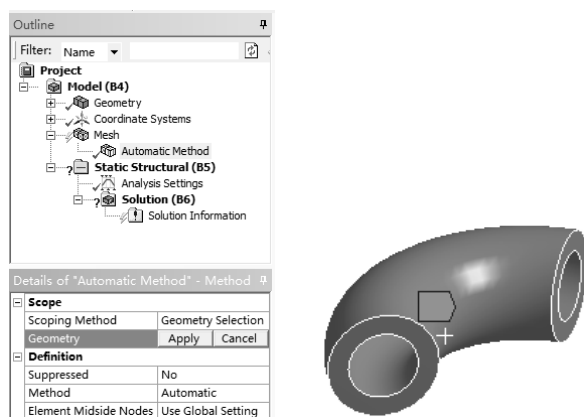

图 3-99 选择网格划分实体
2) 单击 **【图形】** 工具栏上的选择模式下的 **【Single Select（单选）】** 按钮 ，然后再单击 **【Body（选择体）】** 按钮 ，在 **【Details of “Automatic Method”】** 列表中单击 **【Scope】** 选项下的 **【Geometry】** 项，选择如图 3-99 所示实体，最后单击 **【Geometry】** 项中的 **【Apply】** 按钮完成。